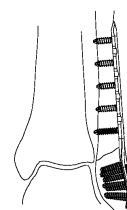

図 23
- 5) インプラントの状態を正面像及び側面像で確認し、縫合して手術を終了します。(図 23)